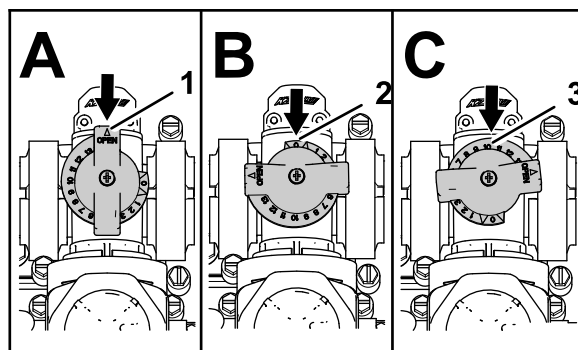

Figura 88
- A válvula de derivação da agitação está na posição totalmente Aberta, como se mostra na **Figura 88 A**.